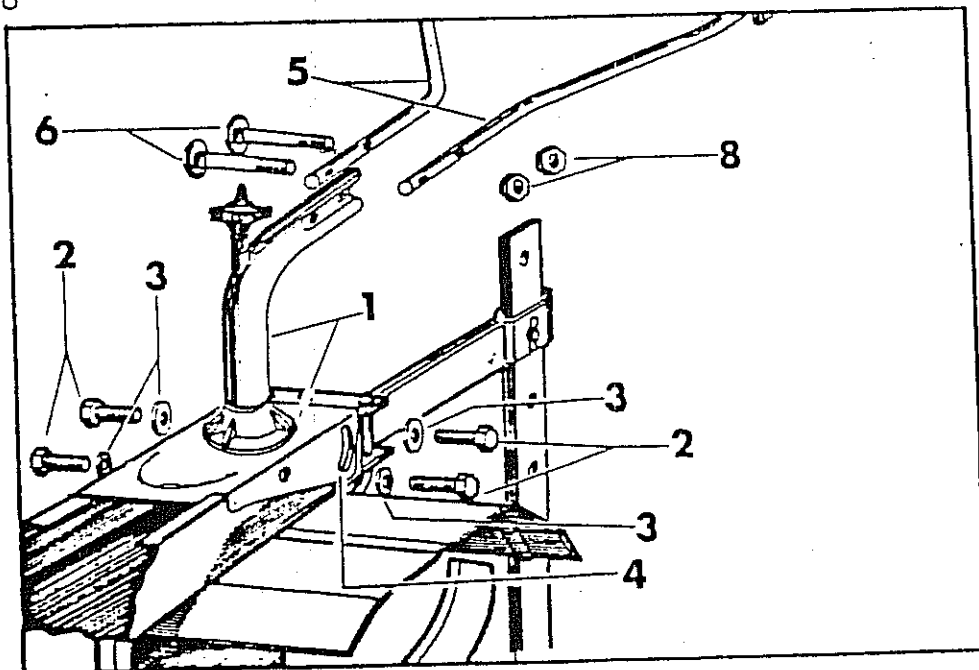

FIG. 4
Montare il supporto (fig. 4, part. 1) sulla motozappa tramite le quattro viti (2) e rispettive rondelle (3). (Prima nei 2 fori, poi nelle asole).
Secure support (1, fig. 4) to motor-cultivator through the four screws (2) and washers (3). (First in holes and then in slots).
Adapter le support (1, fig. 4) à la motohoue au moyen des quatre vis (2) et des rondelles (3) respectives (D'abord dans les trous et après dans les œillets).
Die Stütze (Bild 4, Detail 1) mit der Motorhacke durch die vier Schrauben (2) und Scheiben (3) befestigen (zuerst in den Loechen dann in den Langsloecken).